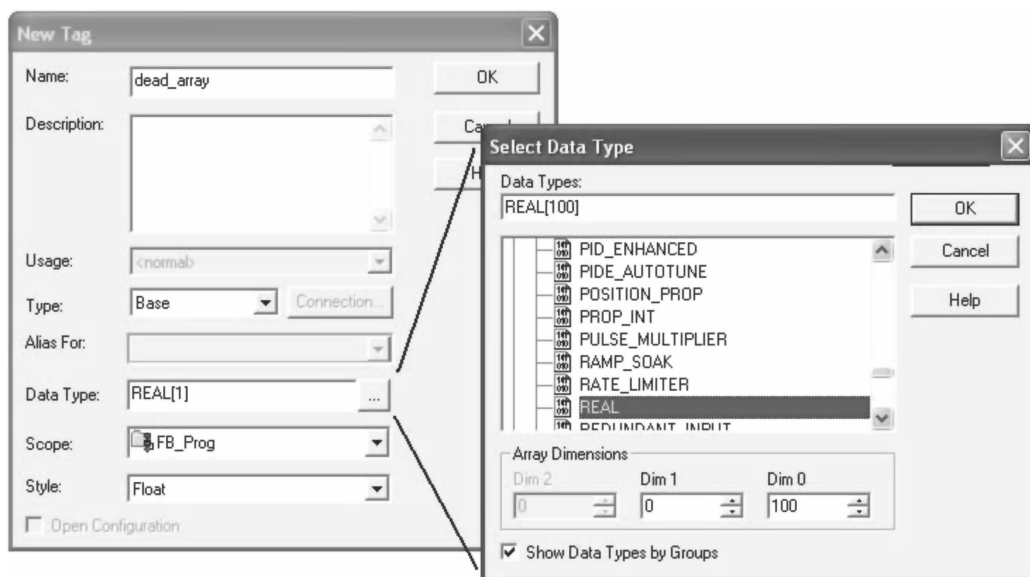

图 16-18 新建“Dead_Array”
6. 将此标签设置为 Real 型数组，在程序：FB_Prog 范围内，维数为 100，如图 16-18 所示。